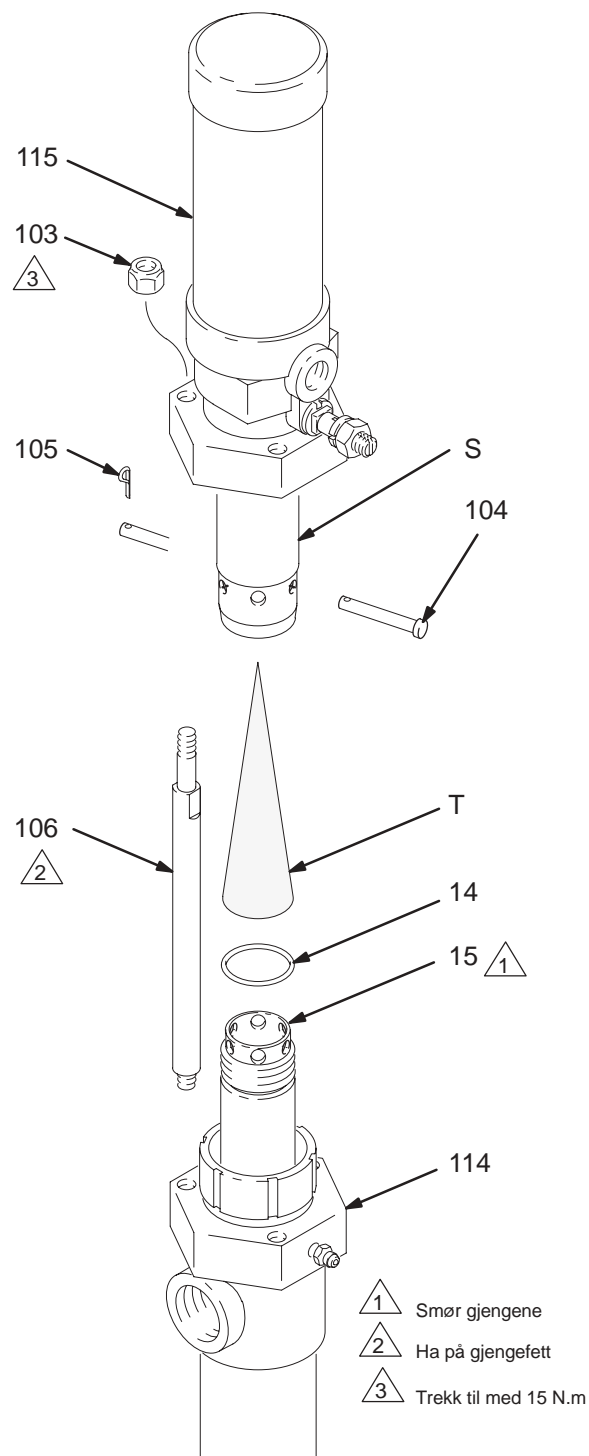

Fig. 6
3. Se Fig. 6. Skru løs låsemutrene på strekkstangen (103).
4. Ta av klemmepinen (105) og pinnen med hode (104).
5. Løft luftmotoren (115) bort fra stempelpumpen (114). Skru stempelstangen (15) av luftmotorens stangled (S).
1. Ha et smørefett med litiumsbase på stempelstangens gjenger (15) når luftmotoren monteres igjen. Pass på at o-ringen (14) sitter på plass på stangen.
2. Stikk lyddemperen (T) inn i luftmotorens stangled (S) slik som vist i Fig. 6.
3. Skru stempelstangen (15) for hånd i luftmotorens stangled, og sett inn pinnene (104 og 105).
4. Ha gjengetetningsmiddel på strekkstangenes gjenger (106). Tre først låsemutrene (106) løst på strekkstangen og trekk dem deretter til med et moment på 15 N.m. slik at opprettingen blir korrekt.
**NB:** Hvis lyddemperen (T) blir tatt av vil både pumpens strømningshastighet og eksosstøyen øke.